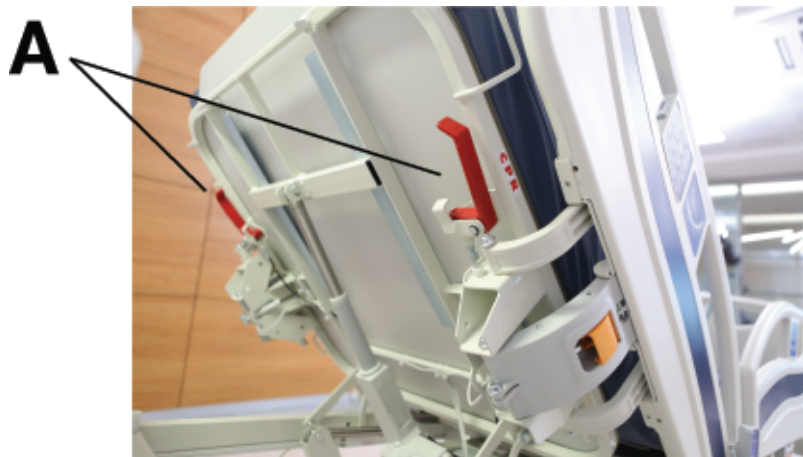

Figura 13 – Sblocco per RCP
1. Afferrare una delle due leve (A) e tirare verso l'esterno (Figura 13).